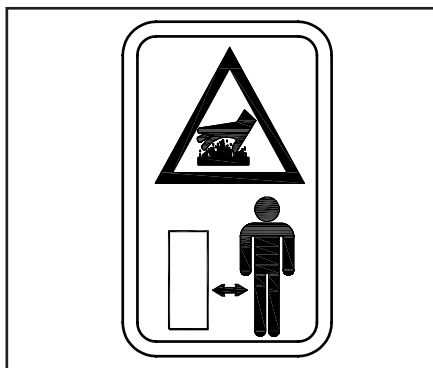

Fig. 2.26
28.2 Pericolo di ustioni (Fig.2.26)